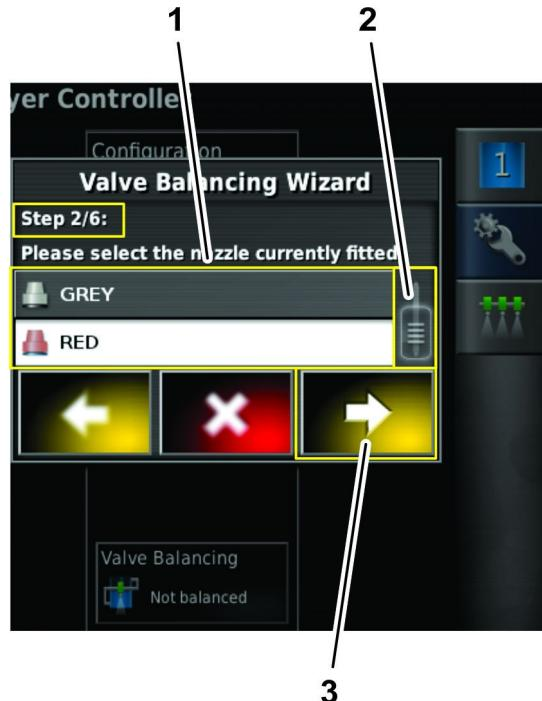

图 135
2. 在阀门平衡向导的第 2 步根据需要拖动滚动条以显示正在配置的喷嘴然后从下拉列表中按该喷嘴图标 图 135。
3. 按下一步图标图 135。